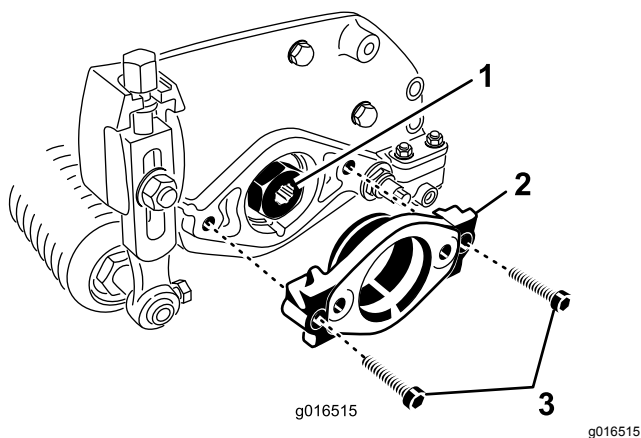

Figura 8
2. Rimuovete i 2 bulloni a testa Allen che fissano il supporto del motore all'estremità sinistra dell'apparato di taglio. Rimuovete il supporto motore (Figura 8).
3. Applicate del grasso sulla sezione interna della scanalatura di trasmissione (Figura 8).
4. Sull'estremità sinistra dell'apparato di taglio, applicate un leggero strato d'olio sull'O-ring, quindi montate il supporto del motore con i 2 bulloni a testa Allen rimossi in precedenza (Figura 8). Serrate i bulloni a 16 - 20 N·m.